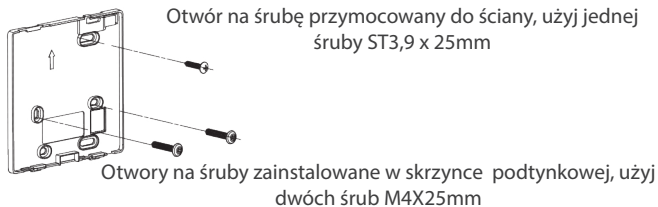

Rys. 3-3
- W przypadku montażu natynkowego należy przymocować tylną płytkę do ściany za pomocą 3 śrub (ST3.9 x 25) i kołków. (Rys.3-3)